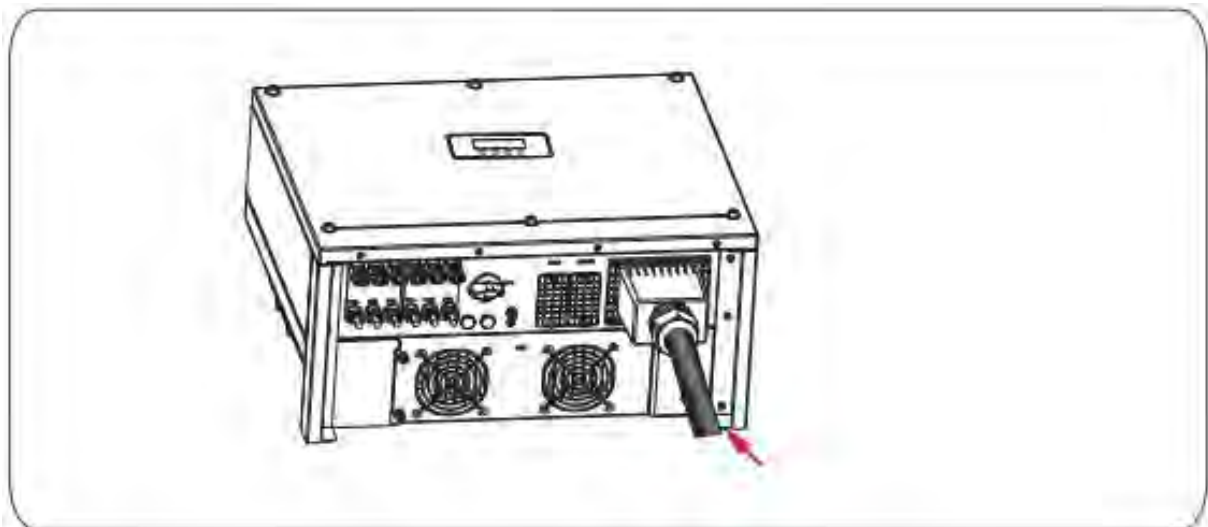

Figura 5.7 Serraggio della scheda di cablaggio
Passo 4 Bloccare il guscio del terminale di USCITA CA nella posizione originale, allungare tutte le linee sull'estremità CA in modo naturale e quindi serrare il connettore come mostrato nella Figura 5.7.